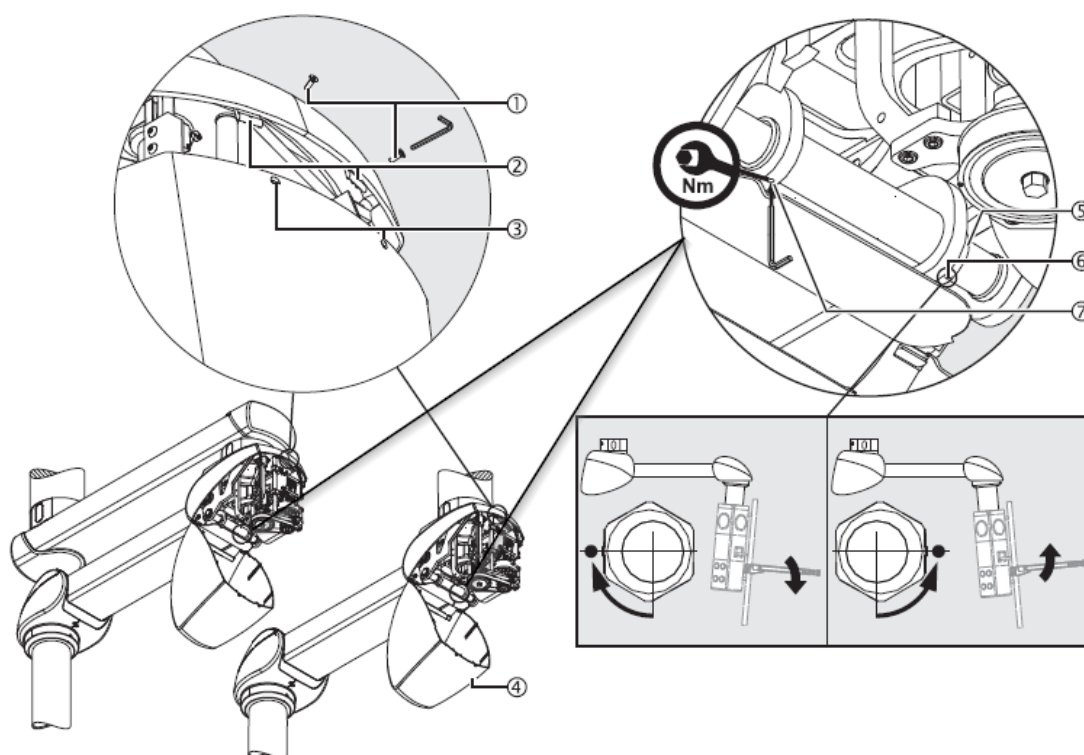

Fig.72 Réglage de la capacité de charge du bras moteur et fermeture du capot inférieur arrière
- Desserrez la vis de réglage M4 ⑦ - DIN 914 à l'aide de la clé Allen.
- Placez la clé sur le boulon hexagonal ⑤.
- La vis indicatrice ⑥ est orientée vers le bas (ne pas desserrer cette vis).
- Pour abaisser le plateau dans l'exemple de la figure 72, tournez le boulon hexagonal ⑤ de manière à ce que la vis indicatrice ⑥ soit orientée vers l'avant (vers vous). Voir Fig. 72 Vue détaillée, en bas à droite.
- Pour soulever le plateau dans l'exemple de la figure 72, tournez le boulon hexagonal ⑤ de manière à ce que la vis indicatrice ⑥ pointe vers l'arrière (loin de vous). Voir Fig. 72 Vue détaillée, en bas à droite.
- Serrez la vis sans tête M4 ⑦ - DIN 914.